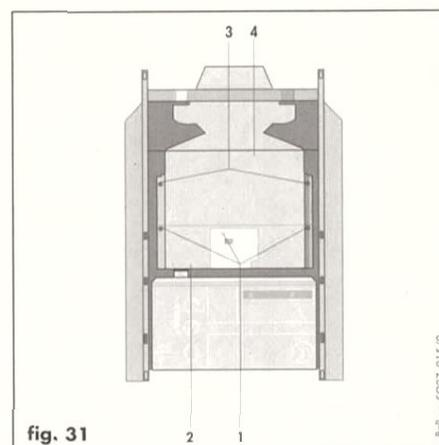

fig. 31
- togliere le viti (1 e 3, fig. 31) e rimuovere il frontale della camera di combustione.